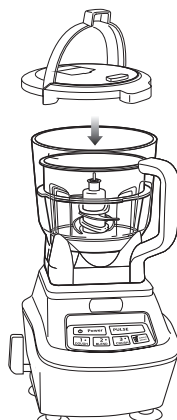

Fig. 4
- 6 Sosteniendo la tapa por el mango en posición vertical, colóquela sobre el tazón de 64 oz. alineando la flecha (▼) ubicada en la tapa con la flecha (▲) ubicada en el mango del tazón. (Fig. 4) Presione el mango hacia abajo hasta que haga clic.